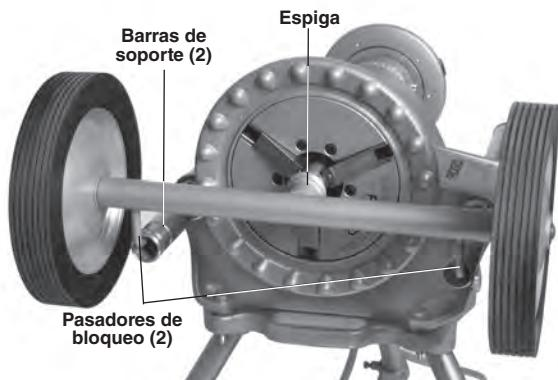

Figura 28 – Instalación del transportador No. 32
- Introduzca la espiga del transportador No. 32 en el mandril delantero del accionamiento motorizado 300. Los dos pasadores de bloqueo deben estar dentro de los extremos de las barras de soporte. Apriete bien el mandril sobre la espiga del transportador (*Figura 28*).